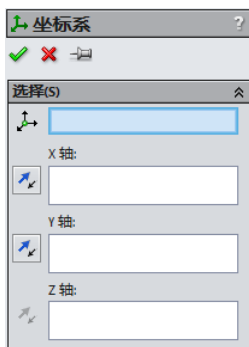

图 3-5 “坐标系” 属性管理器
- 1. 在菜单栏中选择“插入参考几何体”→“坐标系”命令，或者单击“特征”工具栏中的“坐标系”图标按钮 。此时出现“坐标系” 属性管理器，如图 3-5 所示。